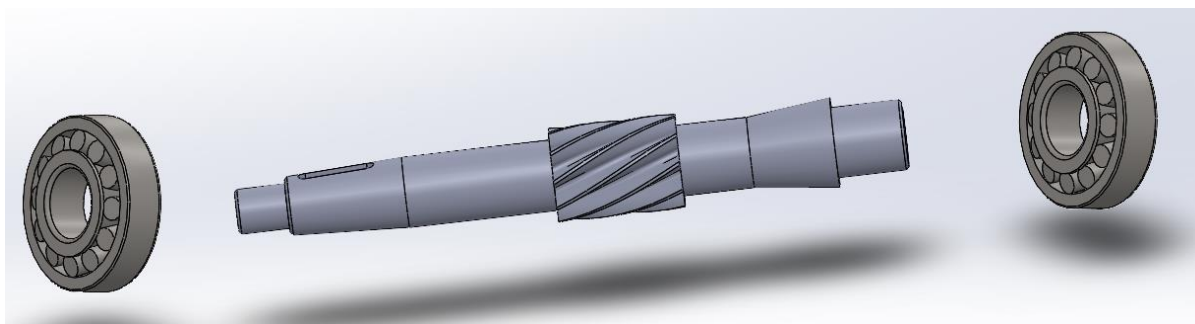

Рисунок 4.2 – Додавання підшипників
7. Підшипник вставляється у вільній частині робочої зони. За допомогою інструменту **Обертати компонент** або навівши вказівник та затиснувши праву кнопку миші на деталі можна розвернути її в положення, необхідне для зручного виконання збірки. Потім, навівши вказівник миші на підшипник та натиснувши кнопку **Ctrl** і ліву клавішу миші, продублювати підшипник (рис. 4.2).